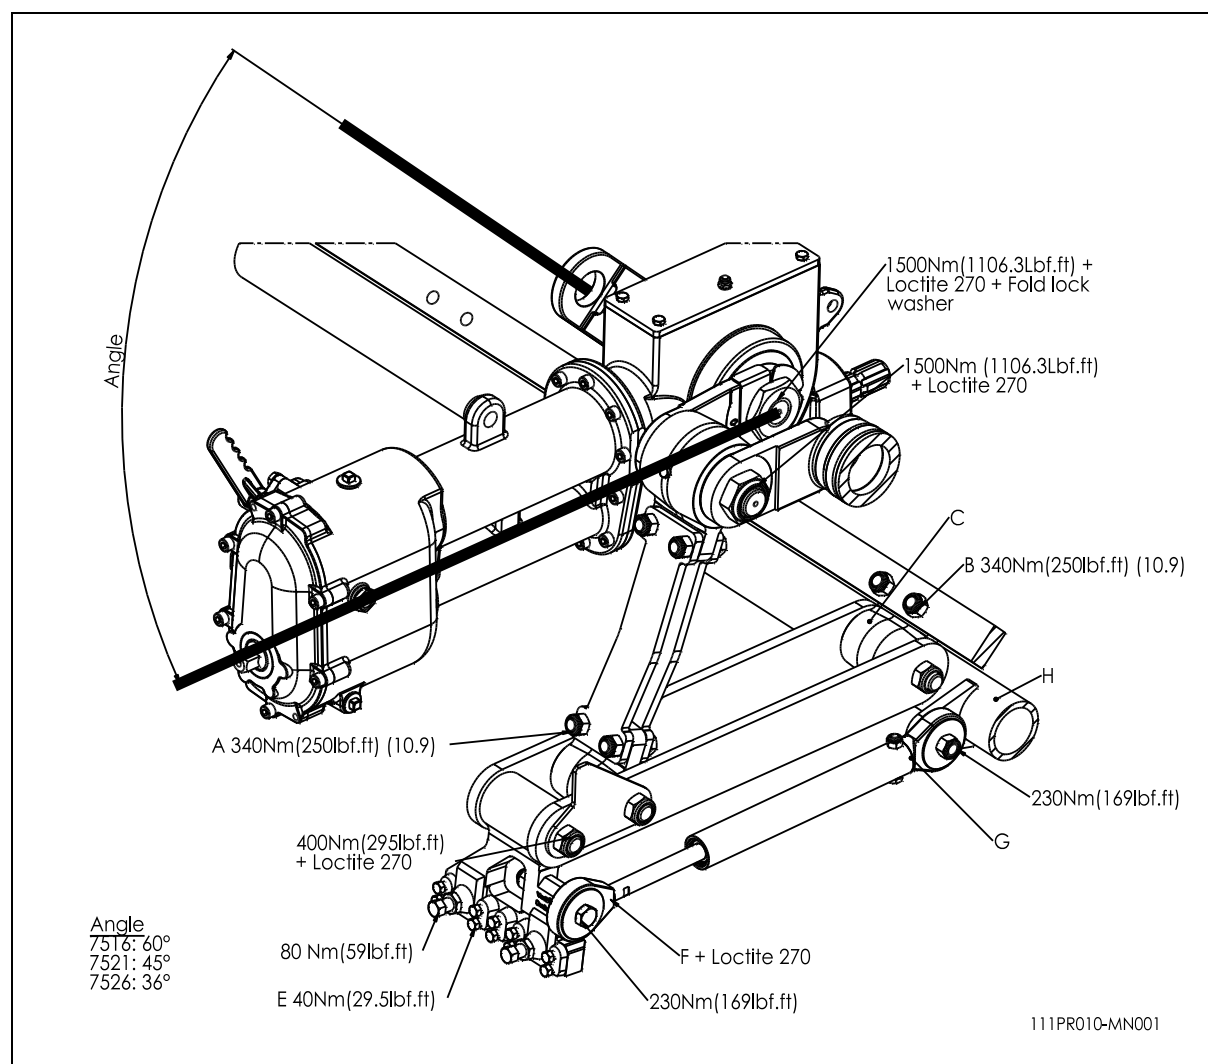

Fig. 8
Nella fig. 8., sono forniti valori delle coppie di serraggio delle viti e dei dadi più importanti. Verificare che le viti e i dadi per i quali non è indicata la coppia di serraggio, siano serrati con coppia di serraggio analoga a quella indicata per le viti e i dadi di dimensione simile. Se le viti e i dadi si allentano da soli.
6. Dopo aver sostituito la manovella e/o il cuscinetto, sostituire le parti nella medesima sequenza con la quale sono state rimosse. Utilizzare loctite ove indicato nella fig. 8.
Nel caso in cui un elemento non fosse allineato con gli elementi adiacenti, l'allineamento può essere corretto come segue (cfr. fig. 8.):